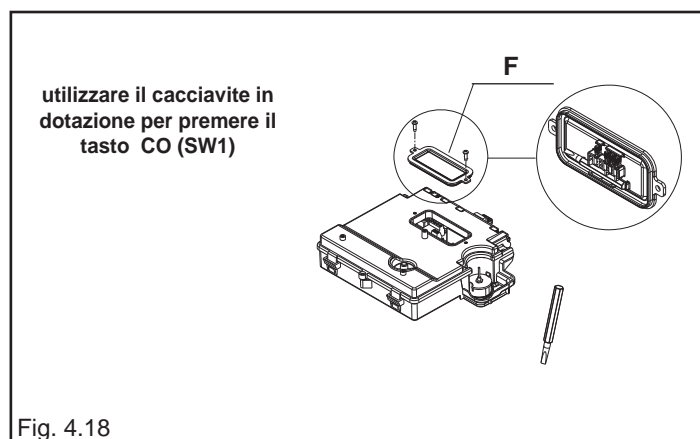

Fig. 4.18
- rimuovere il coperchio F ispezione parti elettriche svitando le 2 viti di fissaggio (Fig. 4.18)
- Rimuovere il mantello, abbassare il cruscotto verso di sé e rimuovere il coperchio ispezione parti elettriche per accedere al pulsante "CO" (Fig. 4.18).
- rimuovere il coperchio ispezione parti elettriche svitando le 2 viti di fissaggio (Fig. 4.18)